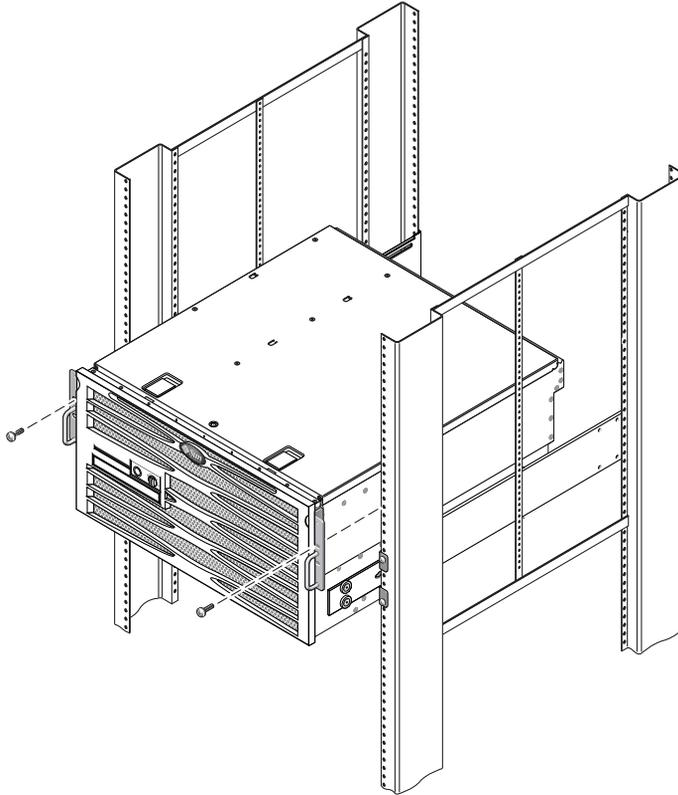

ABBILDUNG 3-14 Befestigen der Vorderseite des Systems am Rack
15. Befestigen Sie mit einer Schrauben auf jeder Seite die Vorderseite der Montagewinkel, die seitlich am Server angebracht sind, an der Vorderseite des Racks (ABBILDUNG 3-14).